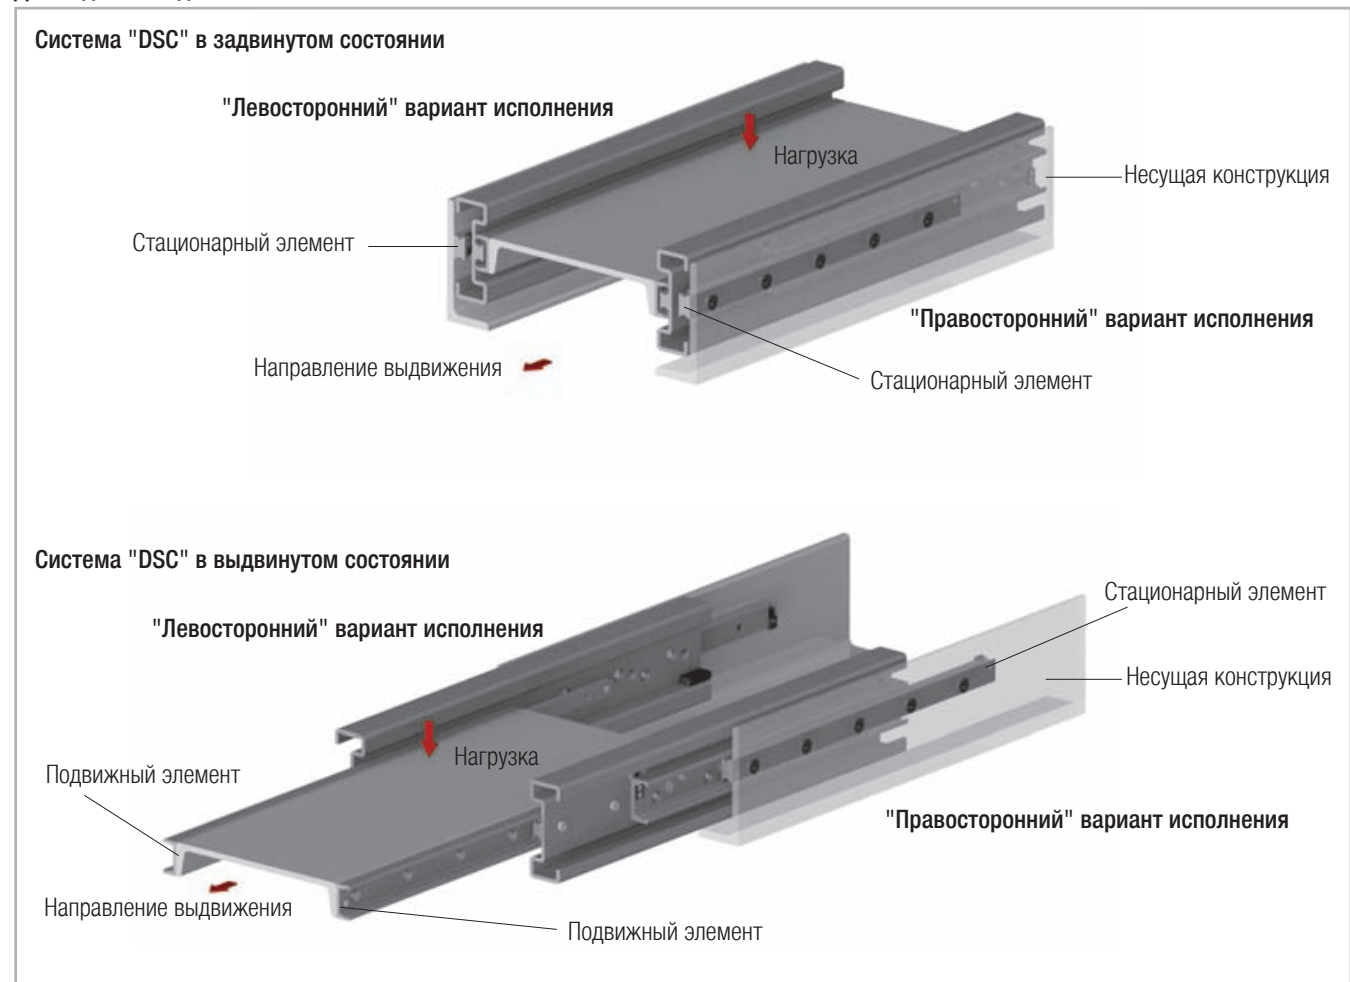

Рис. 80
- При монтаже следить за тем, чтобы нагрузка крепилась к подвижному элементу (см. Рис. 80). В противном случае не будет обеспечена надлежащая работа системы.